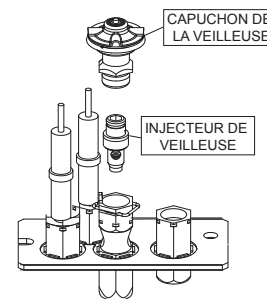

Fig. 3
- 5. Retirez la hotte de dérivation de flamme de l'assemblage de la veilleuse en tirant à la verticale. Utilisez une clé Allen pour dévisser l'injecteur. Remplacez l'injecteur par celui qui est fourni. Remplacez la hotte de dérivation de flamme sur l'assemblage de la veilleuse en vous assurant qu'elle soit bien alignée (**Fig. 3**).